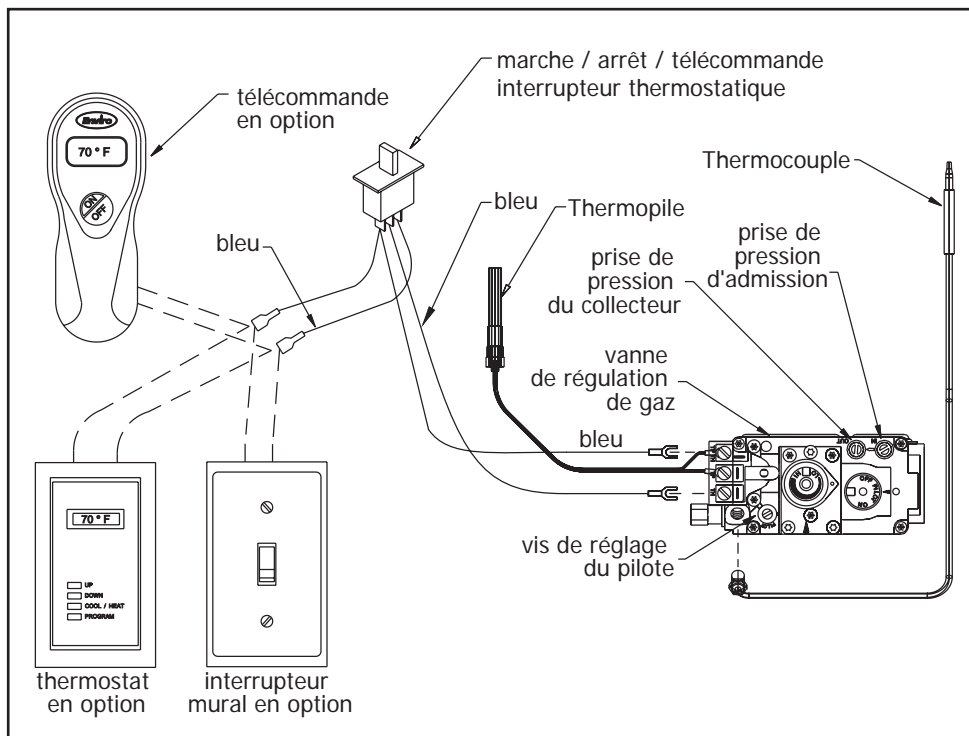

Figure 33: Branchement des accessoires
Le Q3 vient du fabricant équipé d'un interrupteur marche-arrêt monté sur le panneau de contrôle. Si vous désirez installer un interrupteur affixé au mur ou un thermostat, utilisez le diagramme pour vous aider à brancher l'accessoire à l'appareil. Déconnectez la connexion derrière l'interrupteur dans le panneau de contrôle pour accéder aux (2) terminaux, illustré dans la figure 33.